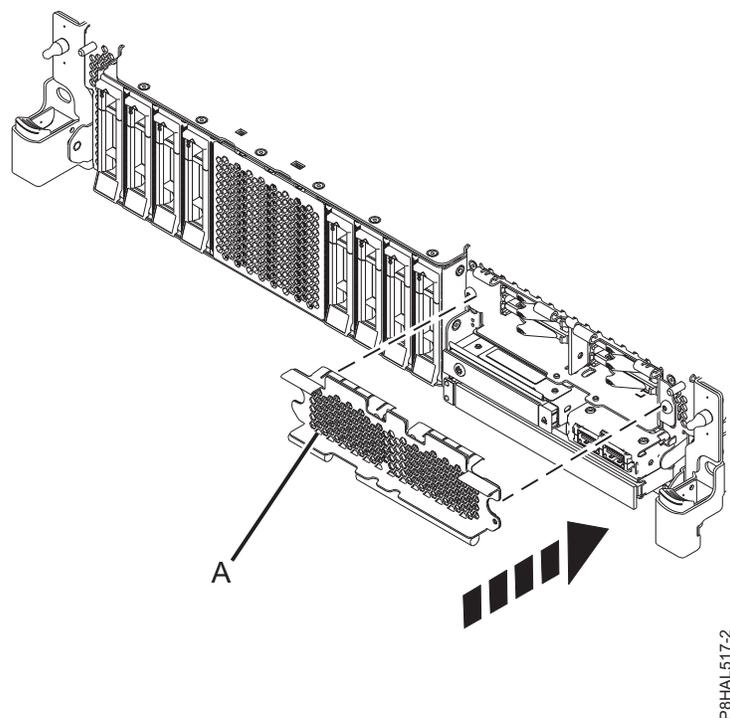

Figure 99. Installation du cache sur le compartiment SSD dans un système à fonction étendue
4. Si applicable, obstruez le compartiment SSD avec le cache perforé (**A**) comme illustré dans la figure 99 , à la page 99.